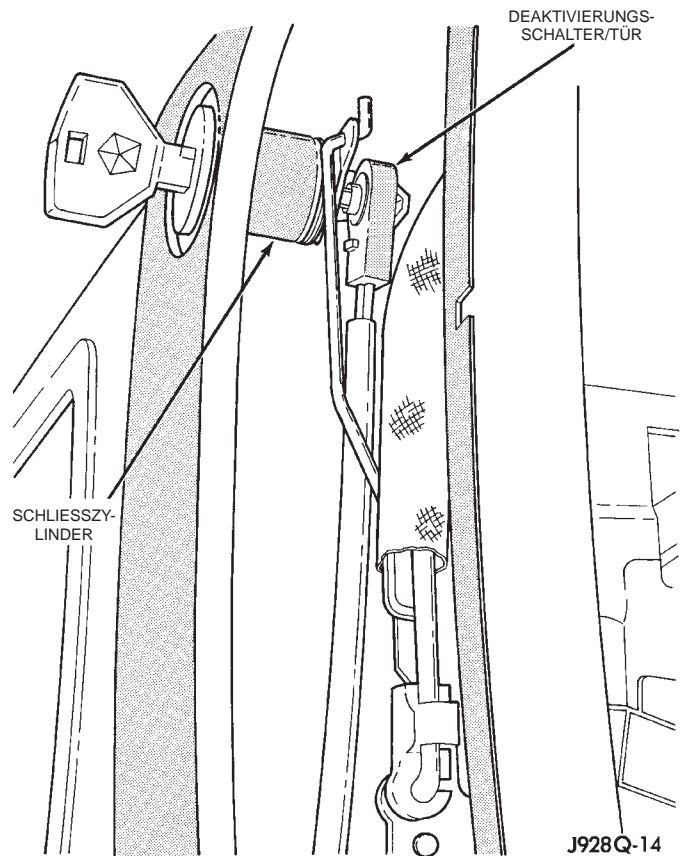

Abb. 8 Schalter/Türschließzylinder aus- und einbauen - Typisch
- (11) Betätigungsstange des Türschließzylinders vom Türschloß abbauen. Hierzu den Kunststoffhalter lösen.
- (12) Schließzylinder so weit aus dem Türaußenblech ziehen, daß der Schalter/Türschließzylinder von der Rückseite des Schließzylinders abgehelt werden kann (Abb. 8).